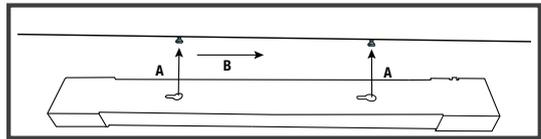

Figura 2
Paso 1: Ubique los orificios de montaje: Mida la distancia entre las ranuras de fijación en la posición angosta y marque con un lápiz las posiciones para los tornillos. La ubicación de los orificios para los tornillos debe ser exacta para que el accesorio quede montado correctamente. Vea la Figura 2.
Paso 3: Instalación del accesorio: Alinee las ranuras de fijación debajo del accesorio con los tornillos y empuje y monte el accesorio en los tornillos (Figura 2 A). Deslice el accesorio a la parte angosta de las ranuras de fijación (Figura 2 B). Siga ajustando la profundidad de los tornillos hasta que el accesorio esté bien apretado contra la superficie de montaje.